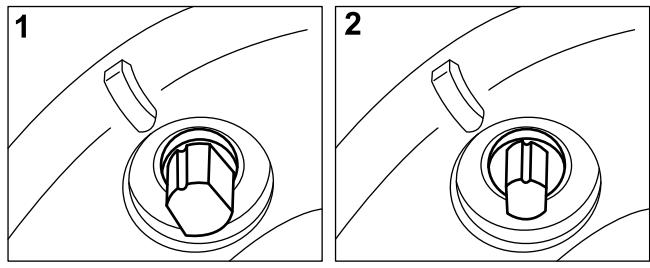
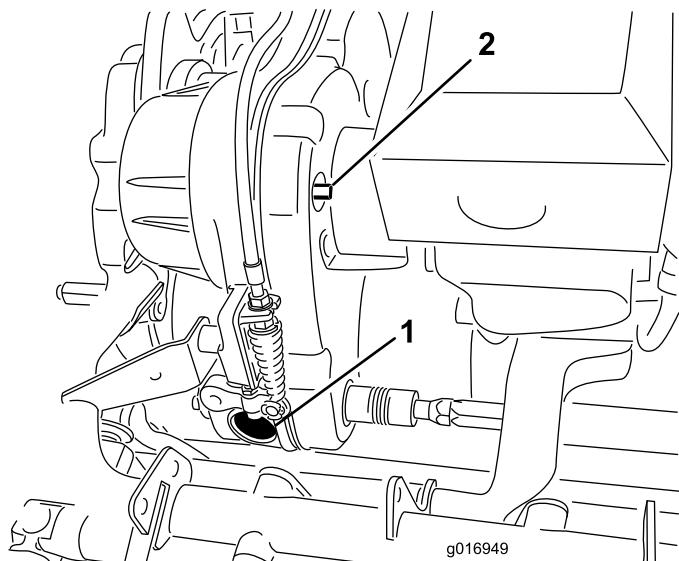

Рисунок 44
Рисунок 43
Для получения доступа к муфте извлеките резиновую заглушку (Рисунок 43) из отверстия перед трансмиссией.
Ремень трансмиссии натягивается с помощью подпружиненного натяжного шкива. Для включения и отключения натяжения ремня поверните ключом на 3/8 дюйма вал включения/отключения (Рисунок 43) в требуемое положение. Повернув вал на 1/4 оборота по часовой стрелке, отсоедините натяжной шкив от ремня (Рисунок 44).
- Примечание:** Для получения доступа к муфте извлеките резиновую заглушку (Рисунок 43) из отверстия перед трансмиссией.